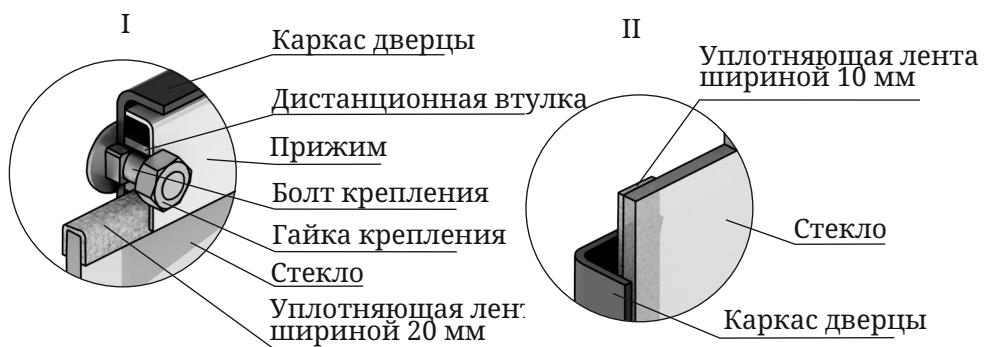

Рисунок 17. Крепление светорозрачного экрана
1. Отверните две гайки, фиксирующие прижим (рисунок 17.I), демонтируйте его и дистанционные втулки.
3. Возьмите новое стекло. Если на нем нет уплотняющих лент, наклейте их: лента шириной 20 мм наклеивается сверху и снизу стекла «П» - образно (рисунок 17.I), лента шириной 10 мм наклеивается вертикально, вдоль боковых сторон стекла (рисунок 17.II).
4. Вставьте стекло в упор, при этом лента, наклеенная с боковых сторон (вертикальная) должна быть зажата между стеклом и каркасом дверцы (рисунок 17.II).
Внимание! Гайки, крепящие прижим накручиваются на болты крепления через дистанционные втулки (рисунок 17.I).